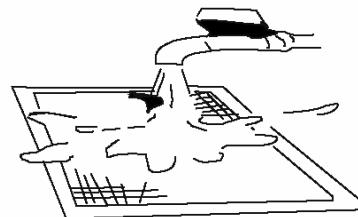

Fig. 2
- O lado da entrada do ar deve ficar virado para baixo quando utilizar água. (Veja a Fig. 2)